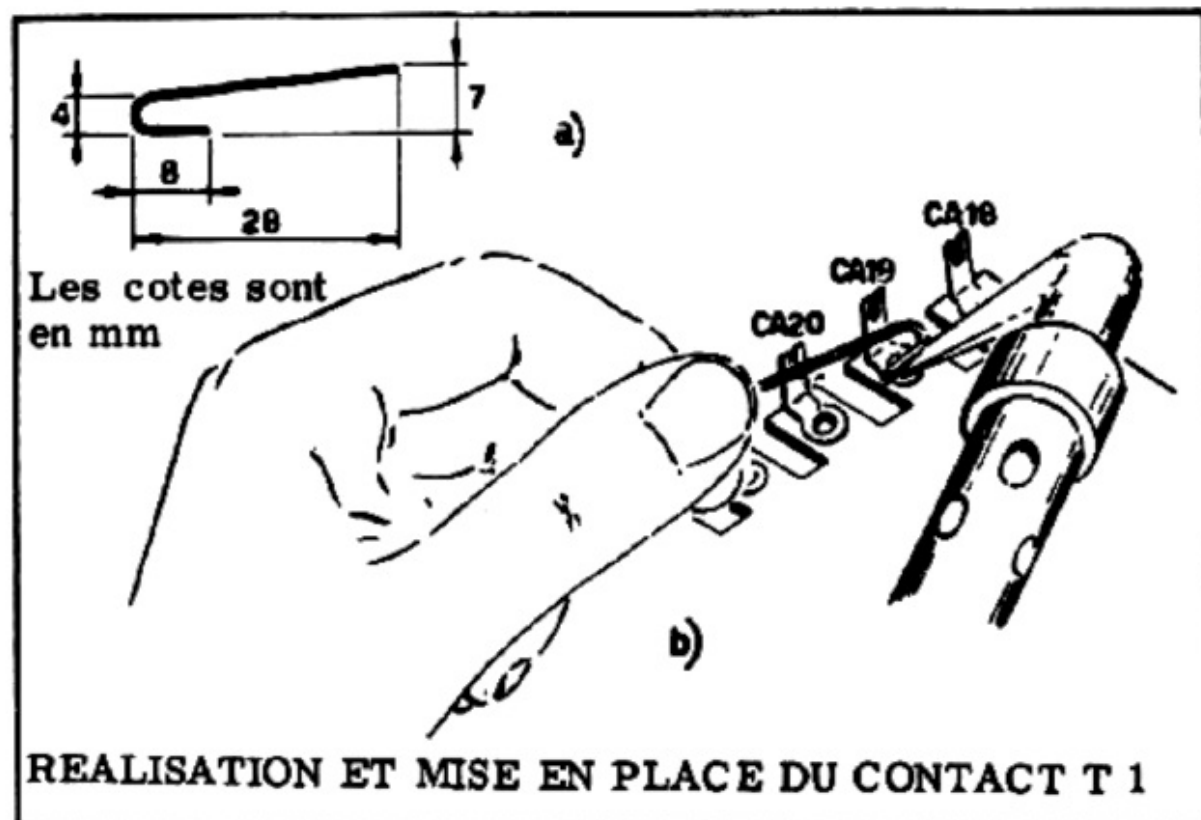

Figure 7
Coupez deux morceaux de fil de cuivre nu étamé de 4 cm de long et façonnez-les comme le montre la *figure 7 - a* ; pour en replier les extrémités utilisez la clé comme pour les pontets. Les deux contacts peuvent être soudés sur la plaquette.
m) Soudez un des contacts sur l'oeillet de la cosse CA19 (nous dénommerons ce contact T1). Pour faire convenablement cette opération, étamez d'abord abondamment l'oeillet de la cosse, et ensuite appuyez dessus l'extrémité repliée du contact, comme le montre la *figure 7 - b*. Maintenez entre deux doigts l'extrémité libre du contact (protégez-vous les doigts avec un chiffon) et faites fondre l'étain déposé sur l'oeillet avec la panne du fer à souder. Dès que vous constaterez que l'étain est fondu, retirez le fer à souder, tout en continuant à maintenir fermement le contact jusqu'à solidification complète de l'étain.